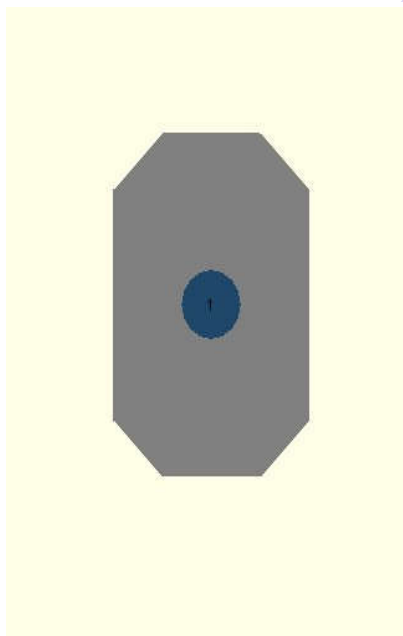
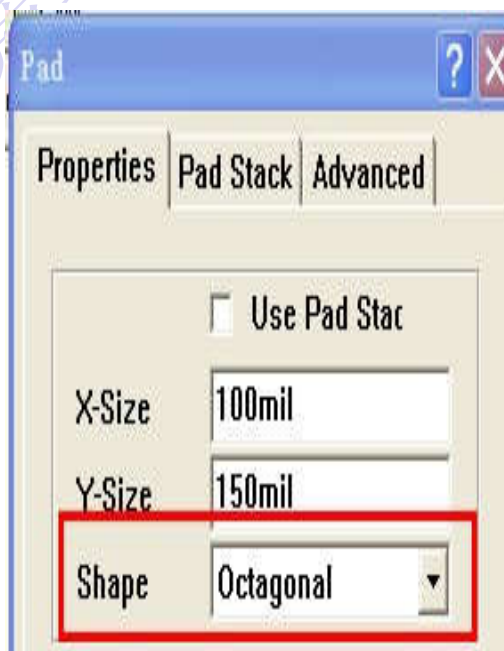

图 78
图 79
27) 客户投诉说在 protel 99 中按图 79 的选项设置焊盘，选择 octagonal 后在 protel 中显示出图 78 的效果即俗称的八角形焊盘，但实物板上该焊盘却是圆形，请问问题出在哪(B、C)